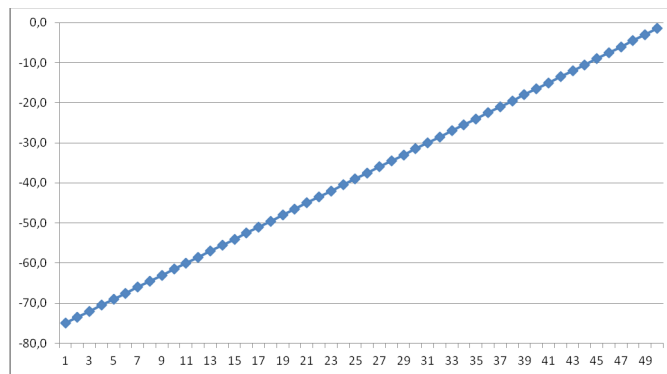

Abb. 4
- Lautstärkeskala #4 – Das ist eine lineare dB-Skala (Abb. 4).